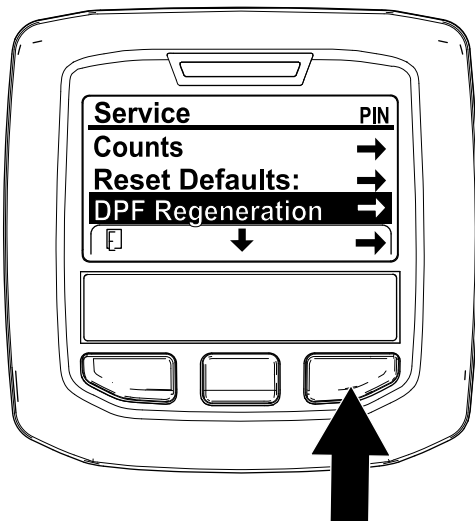

Figura 28
- Accesai meniul Service și apăsai butonul central pentru a derula în jos la opțiunea DPF REGENERATION (REGENERARE DPF) (Figura 28).
- Apăsai butonul din dreapta pentru a selecta accesarea Regenerării DPF (Figura 28).